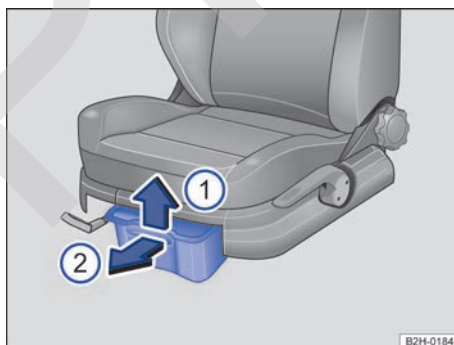

Fig. 100 Portaobjetos debajo de los asientos delanteros: cajón de apertura sin tecla (variante 2).
- Para **abrir** el cajón, levántelo en el sentido de la flecha → **fig. 100** ① y tire de él en el sentido de la flecha ②.
- Para **cerrar** el cajón, desplácelo debajo del asiento en el sentido contrario al de la flecha ②, hasta el tope.